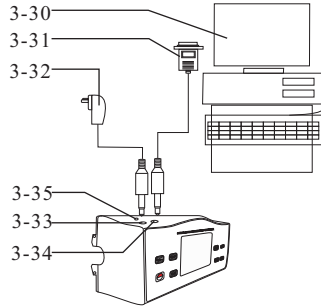

Fig.4
Displayets verdi varierer. Bruk en skrutrekker og juster motstanden til Ra verdien så den er omtrent i overensstemmelse med overflaten. Se fig. 4, 3-35.
- PC kobling** Installer mjukvaren og RS232 kabelen. Se fig 4, pos 3-6.